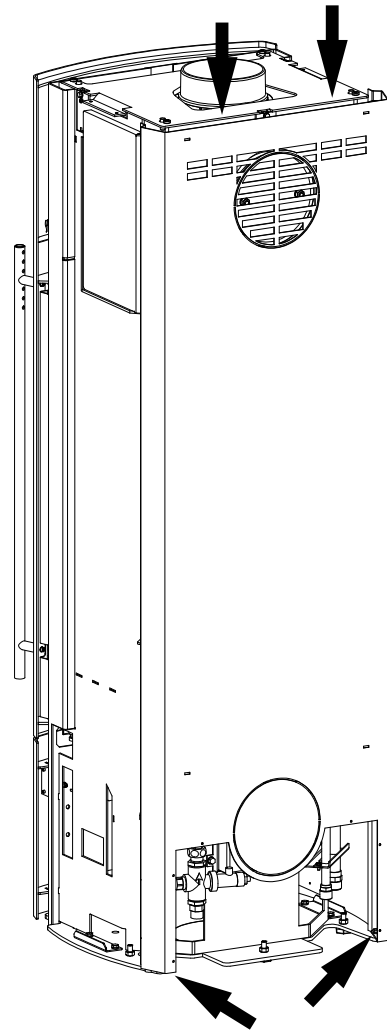

Fig. 2 Achterwand losschroeven
- Achterwand losschroeven (Fig. 2).